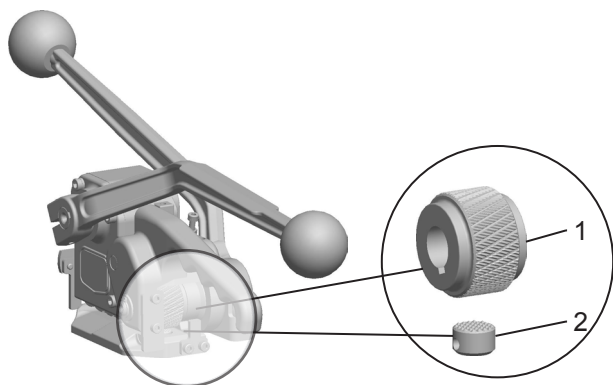

Fig. 15
– Rengör spännhjulet (Fig. 15/1) från eventuella föroreningar, antingen med tryckluft eller med en liten stålborste. Rengör samtidigt spännknappen (15/2). Obs! Använd skyddsglasögon vid renblåsning med tryckluft!